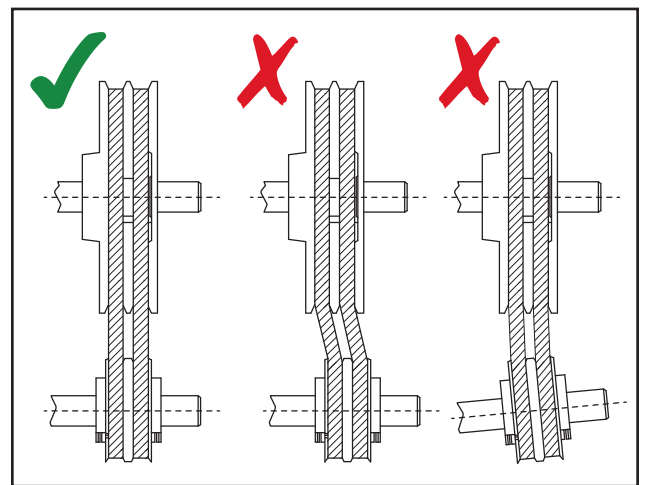

Figura 13 - Ajuste das polias
- 2º) Deslize-a ao longo do eixo, alinhando-a com a polia do motor. Verifique o paralelismo entre as polias. O centro das duas polias devem estar alinhados conforme mostrado na Figura 13.